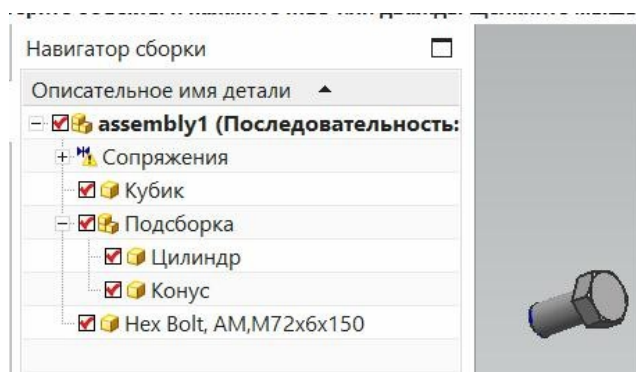

Рис.95
- В результате в рабочем поле появится изображение вашего болта, а в навигаторе сборки – соответствующая строка (рис.95). Далее вы можете этот болт с помощью *сопряжений сборки* «вставить» в нужное отверстие.